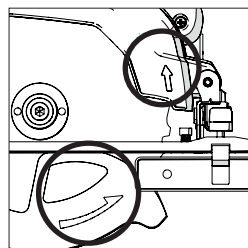

Fig. 6
- Assurez-vous que la direction des flèches de rotation imprimées sur la lame correspond au sens de rotation des flèches qui se trouvent sur les carter inférieurs et supérieurs de la machine. (Fig. 6)